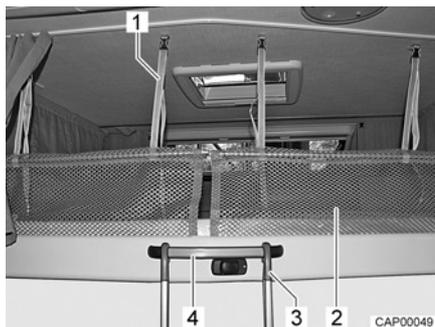

Fig. 54 Escalera de ascenso y red de seguridad
*Enganchar:* ■ Enganchar la escalera de ascenso (Fig. 54,3) con las dos horquillas en el asidero (Fig. 54,4) de la cama elevada.
**Red de seguridad** Las redes de seguridad (Fig. 54,2) con los cinturones de sujeción están guardadas debajo del colchón. Extender las redes de seguridad apenas cuando las personas ya se encuentren en la cama elevada.
*Extender:* ■ Engatillar los cinturones de sujeción (Fig. 54,1) en los soportes en el techo.